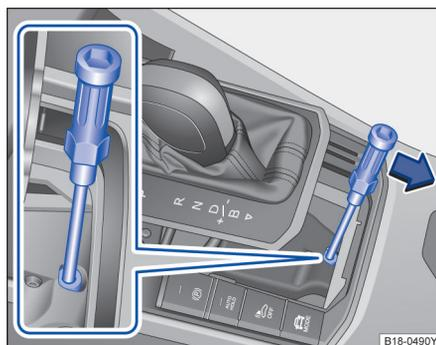

图 89 换挡杆锁应急解锁
- 用螺丝刀工具沿箭头方向按压解锁拨杆⇒图 89 并使其保持在该位置：